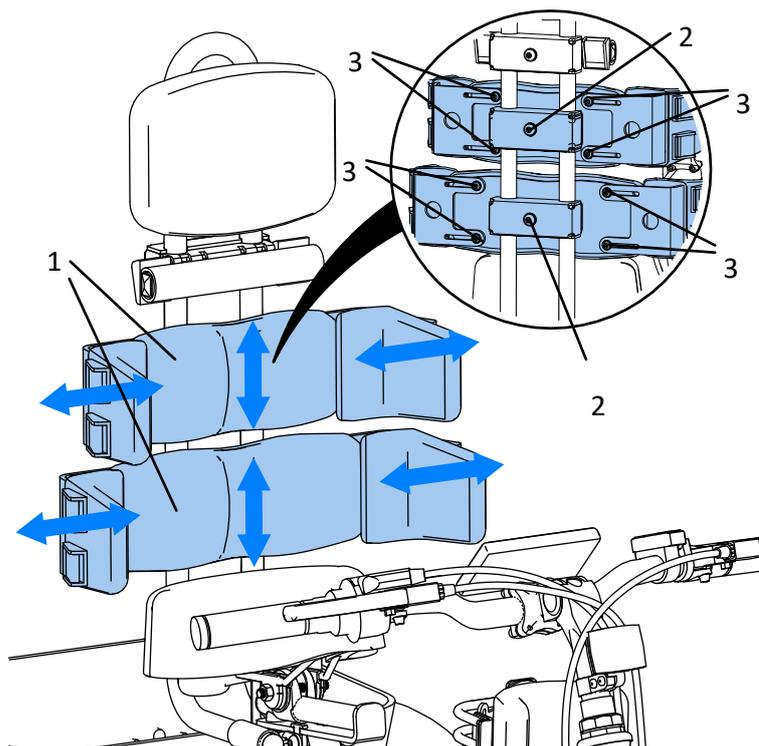

Abb. 29
Die Pelloten können zur Stabilisierung des Rumpfes verwendet werden (1) Abb. 29 Die Pelloten sind in verschiedenen Größen erhältlich, um der Körpergröße des Benutzers gerecht zu werden. Die Pelloten sind in der Breite präzise verstellbar, so dass der Abstand der Pelloten an die Asymmetrie des Oberkörpers angepasst werden kann. Die Pelloten können durch Lösen der Schraube (2) vertikal auf der Rückenstütze verschoben werden. Wenn Sie die richtige Höhe der Pelloten ermittelt haben, ziehen Sie die Schraube (2) fest. Die Breite der Pelloten kann durch Lösen der Schrauben (3) der seitlichen Umhänge und anschließendes Einstellen der Position der Pelloten in Bezug auf den Rumpf des Benutzers eingestellt werden. Ziehen Sie dann die Schrauben (3) an, um die Seitenpelloten zu befestigen.